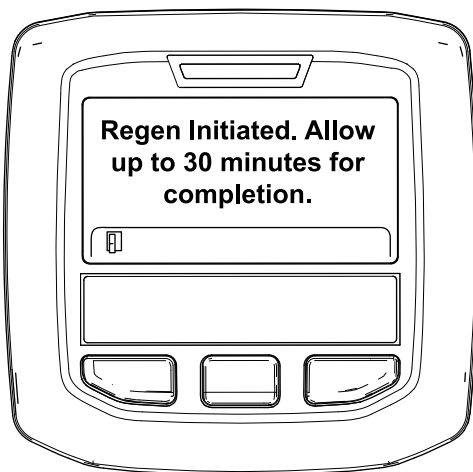

Figure 39
- Si la régénération est autorisée, le message « Regen Initiated. Allow up to 30 minutes for completion » (régénération lancée. Durée max. 30 minutes) s'affiche sur l'InfoCenter. Attendez que la machine achève le processus de régénération en stationnement (Figure 39).